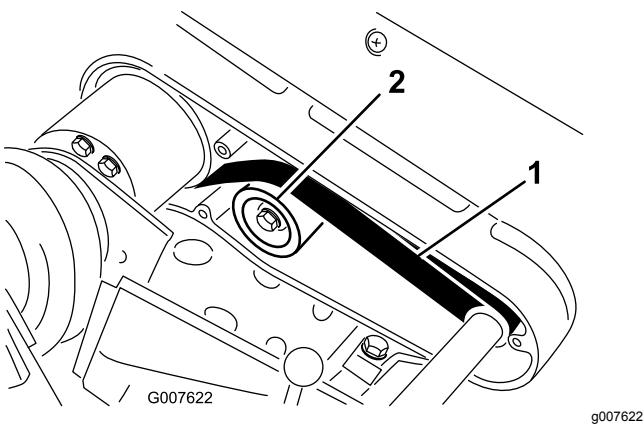

Bild 40
2. Bringen Sie eine Kraft von 22-26 N in der Mitte zwischen den Riemscheiben (Bild 40) auf den Riemen an.
- A. Lösen Sie die Befestigungsmutter der Spannscheibe und drehen Sie die Spannscheibe nach rechts gegen die Rückseite des Riemens, bis Sie die gewünschte Riemenspannung erzielt haben (Bild 40).